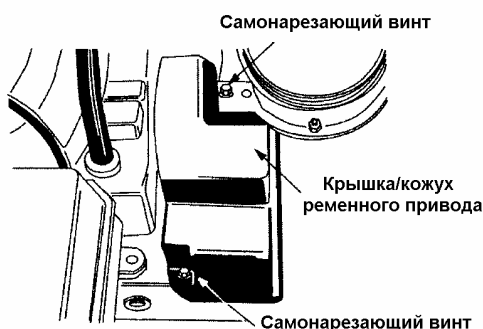

Рис. 17
2. Снимите пластиковую крышку/кожух ременного привода спереди двигателя, вынув самонарезающие винты (см. рис. 17).